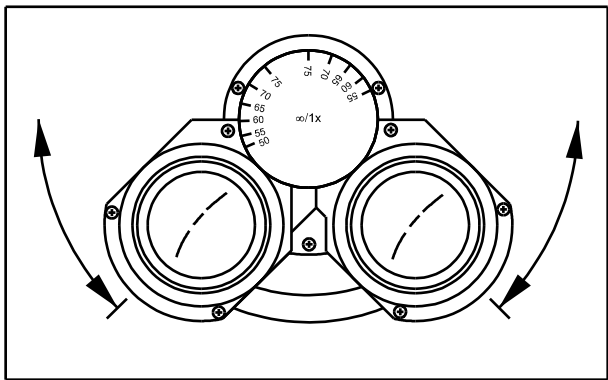

Fig. 12 调节瞳距
- 相互对称地靠近或远离目镜筒来调节瞳距 (Fig. 12). 至合适